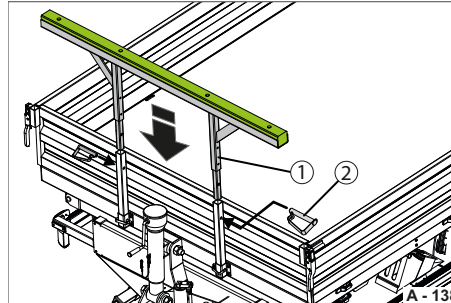

Abb. 144 Auflagebock montieren
► Stecken Sie das Auflagebock-Gestell (Abb. 144/1) in die Rungen (Abb. 143/2) ein.
► Stecken Sie die Federsteck-Bolzen (Abb. 144/2) durch die Bohrungen in den Rungen durch.